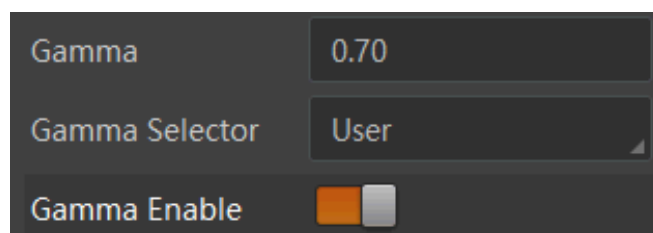

图7-33 User 模式
3. 在 *Gamma* 参数中输入需要设置的数值，如图 7-33 所示，参数范围为 0~4。